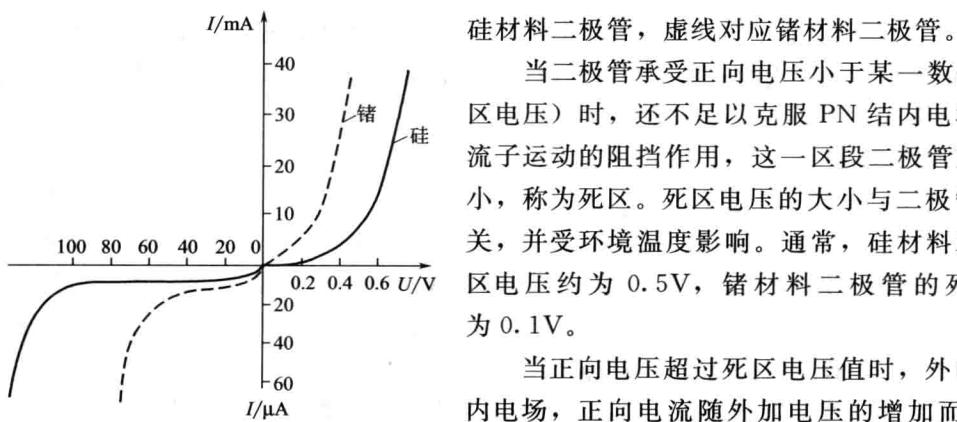

图 1-4 二极管伏安特性曲线
(1) 二极管伏安特性
① 正向特性 理论分析指出，半导体二极管电流 I 与端电压 U 之间的关系可表示为 $I = I_s (e^{\frac{U}{U_T}} - 1)$ ，此式称为理想二极管电流方程。式中， I_s 称为反向饱和电流， U_T 称为温度的电压当量，常温下 $U_T \approx 26mV$ 。实际的二极管伏安特性曲线如图 1-4 所示。图中，实线对应